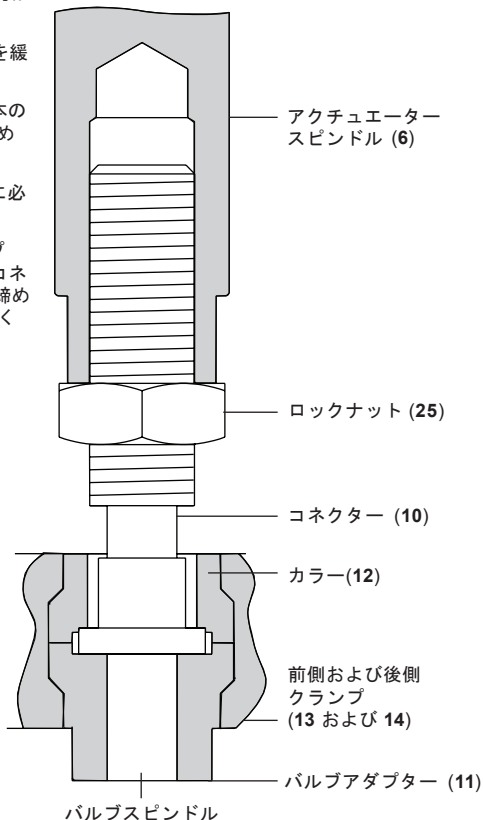

図. 6 アクチュエーターアダプター、バルブアダプター、コネクターの組み立て
- バルブプラグをシート上に残したまま、バルブアダプター（11）にしっかりと押し付けられるまでバルブコネクター（10）を調整します。ロックナット（25）を締めます。正しい取り付けについては、図 6 を参照してください。